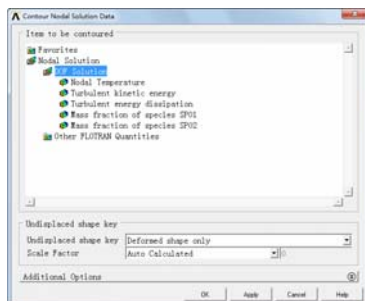

图 10-46 “Contour Nodal Solution Data”对话框
① 读入计算结果：依次选择 Main Menu→General PostProc→Read Results→Last Set，读取最后一次迭代的计算结果。
② 依次选择 Main Menu→General PostProc→Plot Results→Contour Plot→Nodal Solution，会弹出“Contour Nodal Solution Data”对话框，如图 10-46 所示。